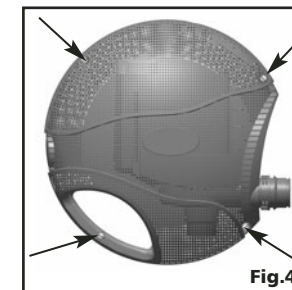
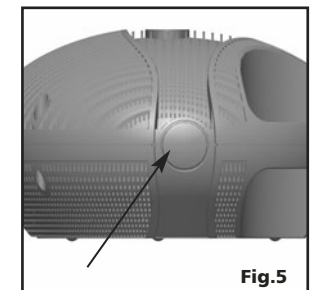

Fig.4
Fig.5
Ouverture et fermeture du boîtier de la cage (fig. 4)
- 1) Ouvrir le boîtier de la pompe en déverrouillant les axes d'articulation (fig. 4).
- 2) Le boîtier de la pompe est muni d'une section préentallée (fig. 5) qui doit être coupée avec un bon outil tranchant.
- 3) Insérer un adaptateur pour appareils éloignés (9) dans l'ouverture préentallée à l'arrière du boîtier de la pompe.
- 4) Fermer le boîtier en vous assurant que les deux moitiés sont correctement alignées et emboîtées, et verrouiller ensuite avec les axes d'articulation (fig. 4).
- Retirer le boîtier de la pompe du bassin, déverrouiller les axes d'articulation (fig. 4) et ôter la partie supérieure du boîtier. Nettoyer toutes les pièces avec de l'eau d'un boyau d'arrosage. Réassembler toutes les pièces avec soin.